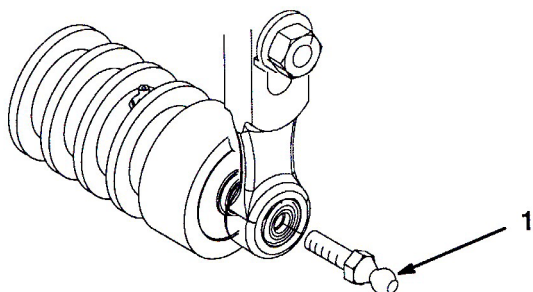

図 16
5. カッティングユニットの前ローラの左右両端にボールスタッドを取り付ける (図16)。